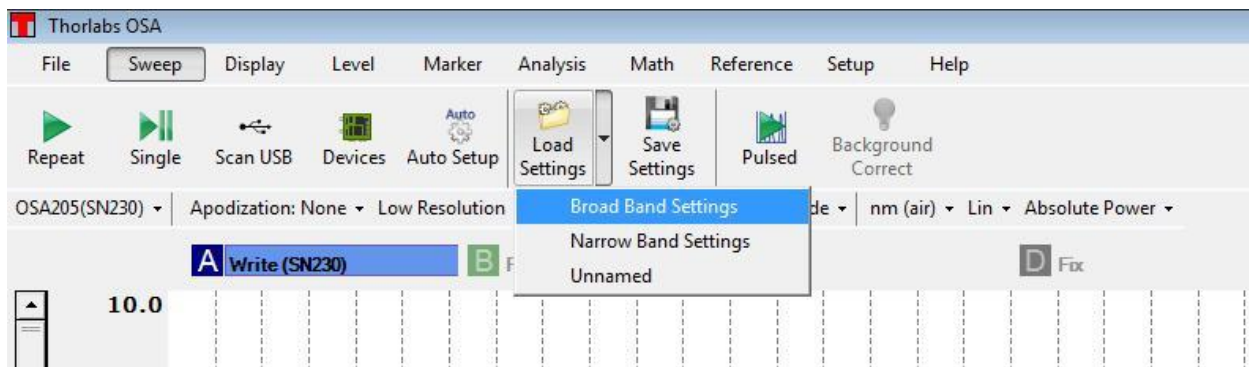

图71. "Load Settings"按钮能够快速导入和应用已保存的参数设置
2. 点击"Load Settings"按钮弹出"Load Acquisition Settings"对话框(图71)。在载入设置前可以仔细检查每个文件中保存的设置参数。另外，右击列表的任意位置可以重命名或删除已保存的设置参数。